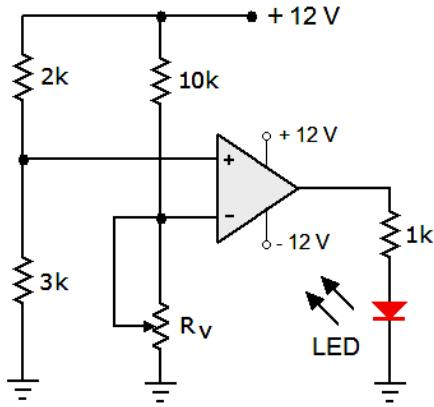

Figura 8.
**Questão 9** – Para que variação do potenciômetro  $R_v$  no circuito da Figura 8, o LED na saída se acende?